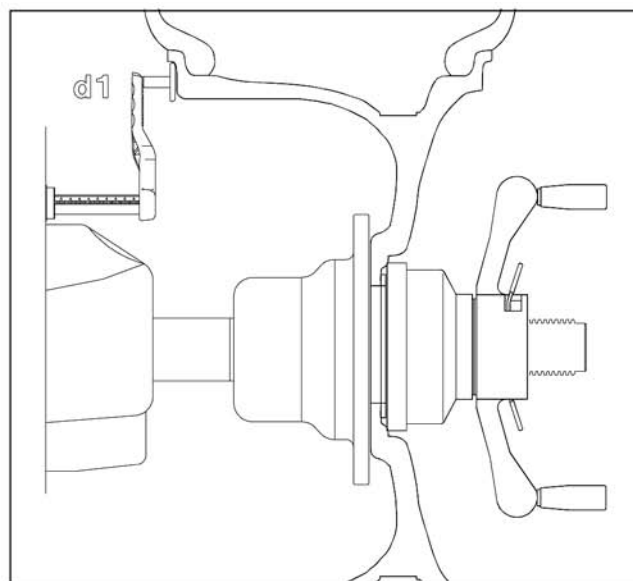

Figure 30
2. Placer l'extrémité du levier de mesure de déport sur la masse de gauche. Voir la figure 30. L'écran de droite affiche « d - l », tandis que la distance est affichée dans l'écran de gauche. Replacer le levier de mesure à sa position de rangement.